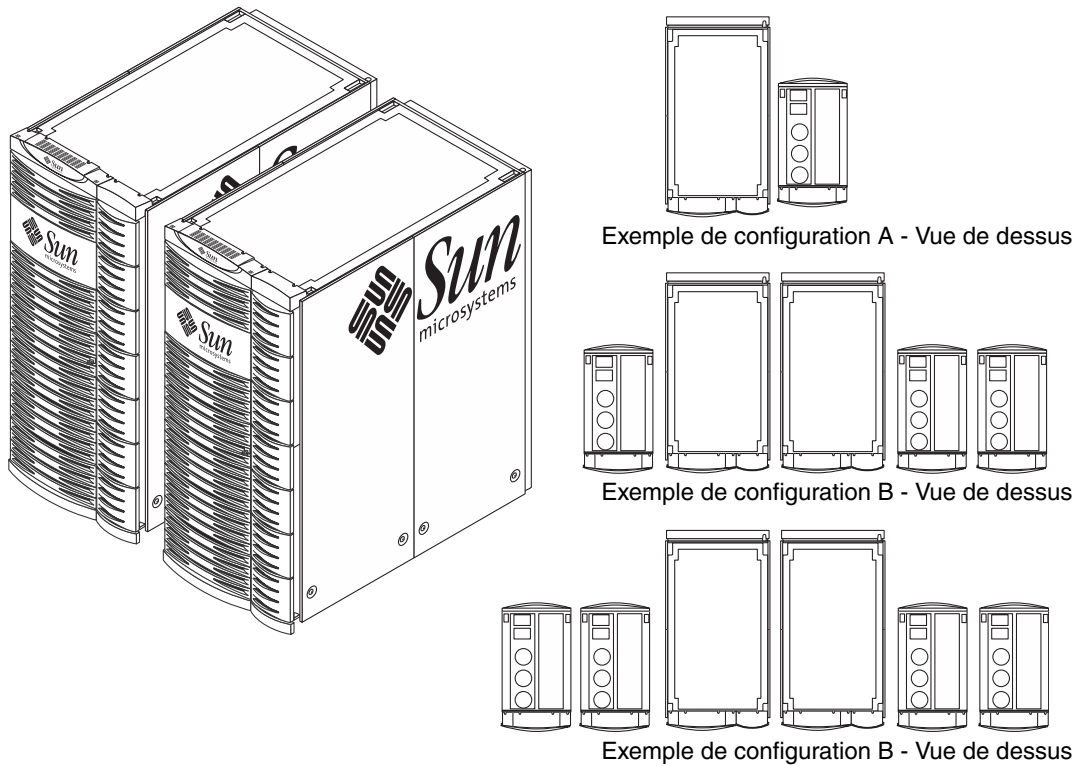

FIGURE 1-2 Exemples de configurations d’armoires pour les systèmes Sun Fire E25K/E20K
- FIGURE 1-2 Exemples de configurations d'armoires pour les systèmes Sun Fire E25K/E20K 1–3
Les configurations incluant plusieurs armoires (FIGURE 1-2) comprennent des racks d'extension d'E/S supplémentaires sélectionnés par le client et les câbles d'E/S correspondants (longueur spécifiée par le client). Les racks d'extension d'E/S sélectionnés par le client comprennent d'autres sous-systèmes de disques ou de bandes d'E/S. Chaque rack d'extension d'E/S comprend également des sous-systèmes de distribution CA pour les sous-systèmes d'E/S.